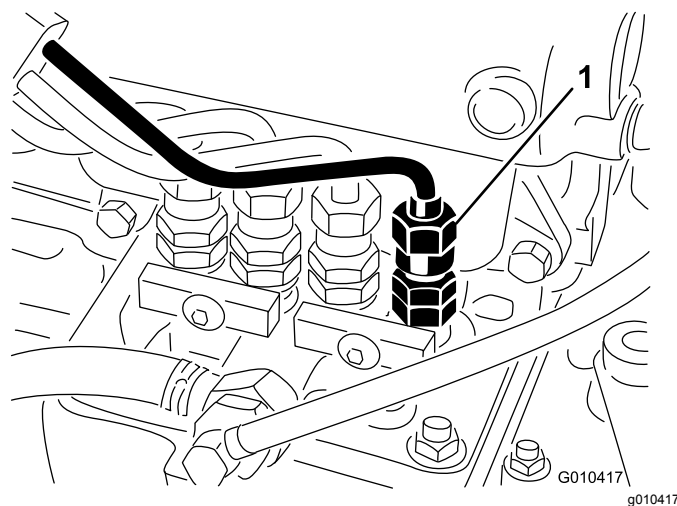

Figura 36
1. Afloje la conexión entre el tubo y el conjunto de la boquilla y soporte del inyector N° 1 en la bomba de inyección (Figura 36).